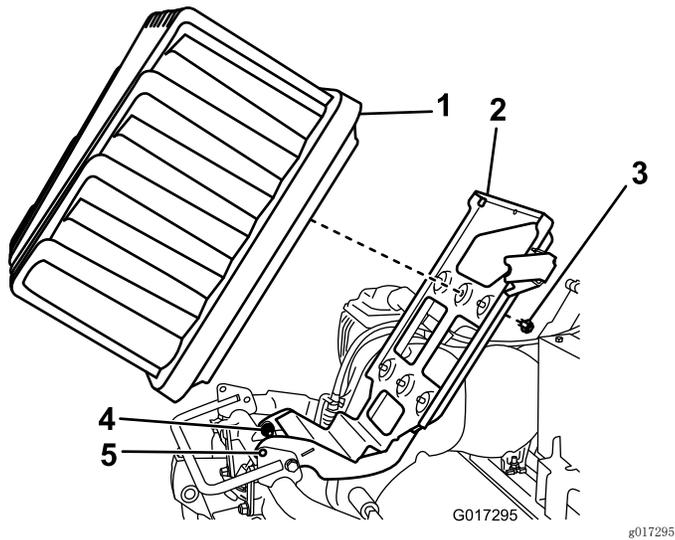

图12
5. 将 2 颗枢轴螺栓/螺母分别拧松半圈 (图12)。
6. 向上提起电池平台，直至基座与机架中的锁定孔对齐 (图12)。